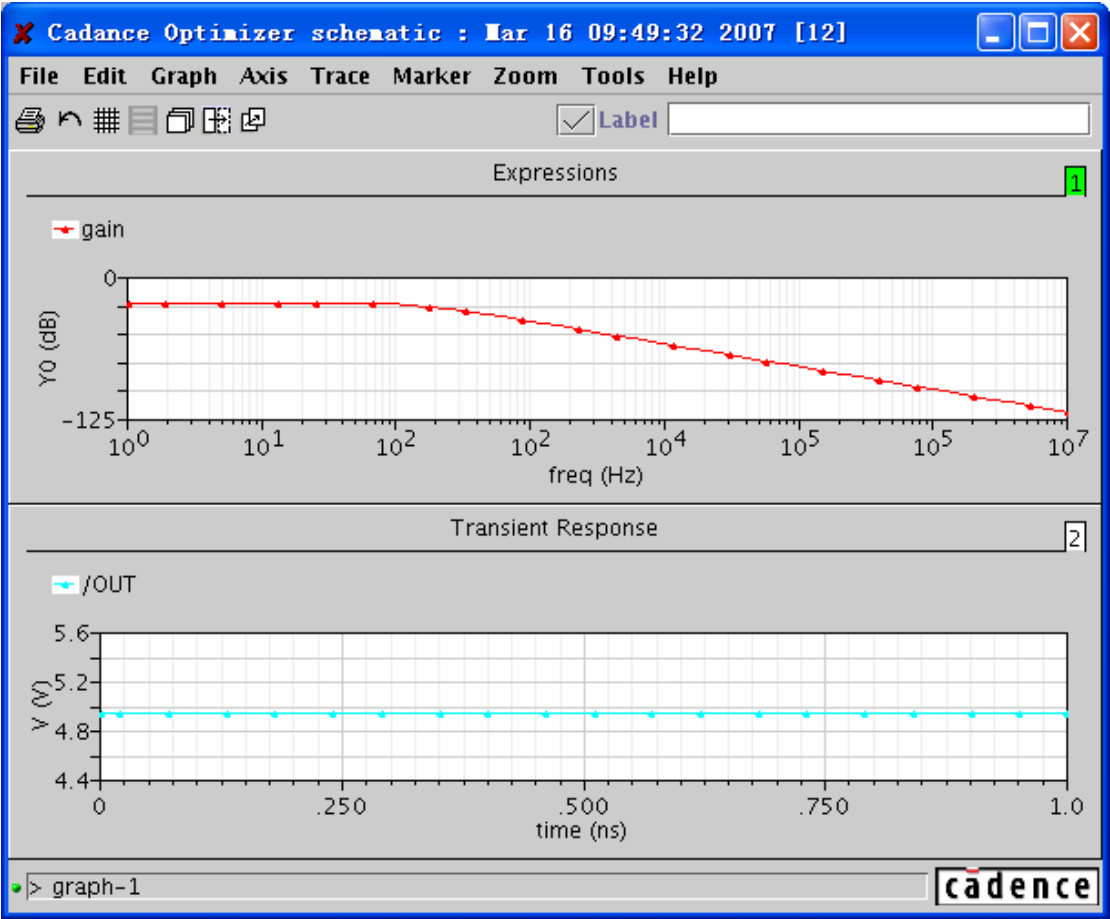

图 12.2 选择“Graph”→“Layout Vertical”后得到的纵向排列窗口
- 选择“Graph”→“Layout Vertical”，得到如图 12.2 所示的窗口。采用该方式时，子窗口将成纵向排列。